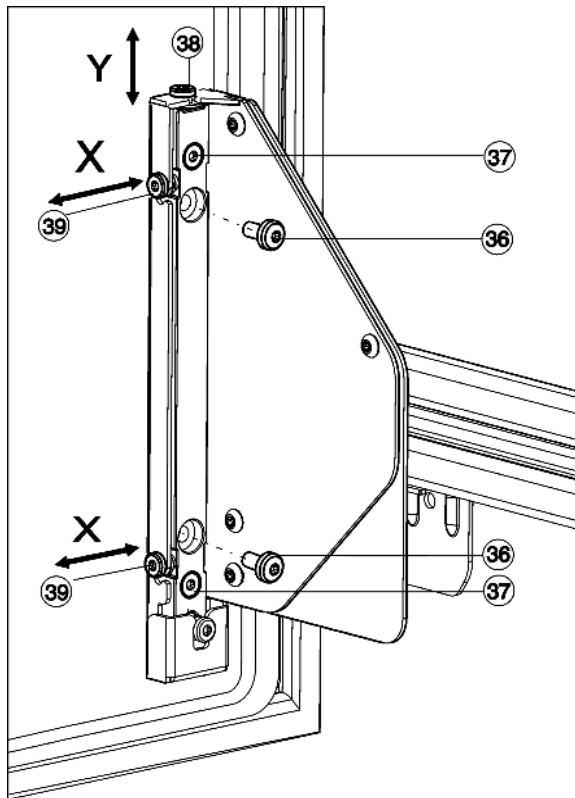

Fig. 27
- ▶ Schrauben Fig. 27 (36) vollständig herausschrauben.
- ▷ Die Schrauben Fig. 27 (36) entsorgen, sie werden nicht mehr benötigt.
- ▶ Schrauben Fig. 27 (37) mit 1 bis 2 Umdrehungen nur lösen.
- ▶ Verstellerschraube (38) drehen. Im Uhrzeigersinn: die Tür bewegt sich max. 4 mm nach oben. Entgegen dem Uhrzeigersinn: die Tür bewegt sich max. 2 mm nach unten.
- ▶ Alle Schrauben Fig. 27 (37) wieder festziehen.
- ▶ Falls die Schrauben Fig. 27 (36) noch vorhanden sind, diese vollständig herausschrauben.
- ▶ Stellschrauben Fig. 27 (39) je nach gewünschter seitlicher Justagerichtung verstellen.
- ▶ Nach beendeter seitlicher Justage Schrauben Fig. 27 (37) wieder festziehen.